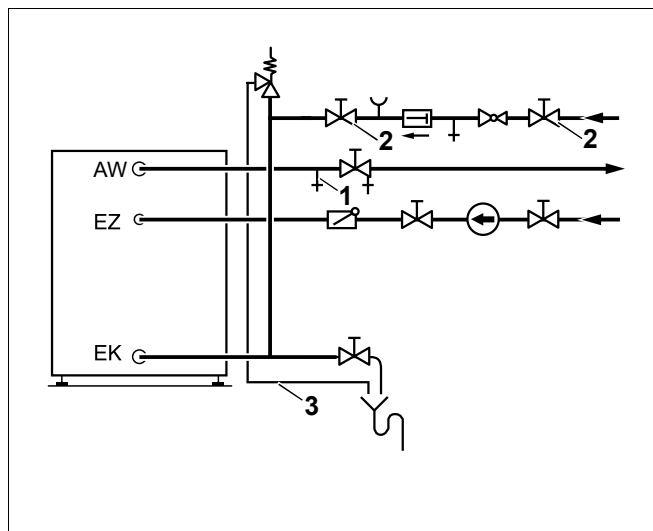

Рис. 9 Монтаж по DIN 1988 (принципиальная схема)
- Для удаления воздуха из бака-водонагревателя открыть вентиль продувки и выпуска воздуха (рис. 9, **поз. 1**) или наиболее высоко расположенный водоразборный кран.
- Для заполнения бака открыть запорный вентиль на входе холодной воды ЕК (рис. 9, **поз. 2**).
- Перед нагревом проверить заполнение водой отопительного котла, бака-водонагревателя и трубопроводов. Для этого открыть вентиль для продувки и выпуска воздуха (рис. 9, **поз. 1**).
- Держите постоянно открытым дренажный трубопровод предохранительного клапана (рис. 9, поз. 3).
- дренажная линия предохранительного клапана (рис. 9, стр. 13) должна быть постоянно открытой.